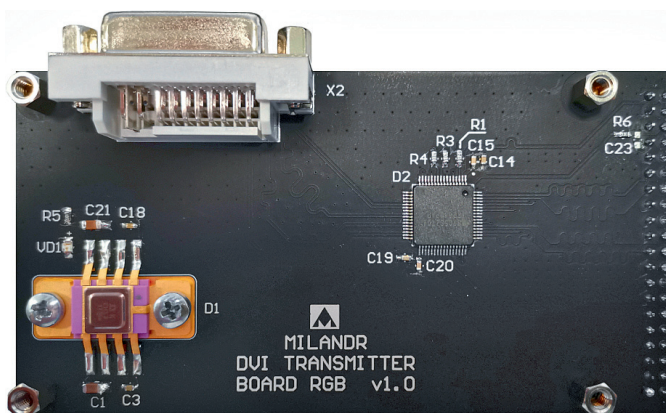

Рис. 4. Модуль-переходник для демонстрационных плат микросхемы 1986BC018
- в цифровом виде (видеоинтерфейс R5G6B5 (16 бит)), через соединитель PBD-40 на сенсорную панель «4.3 inch 480×272 Touch LCD (B)»;
- в цифровом виде (видеоинтерфейс DVI), через специально разработанный модуль-переходник (рис. 4).